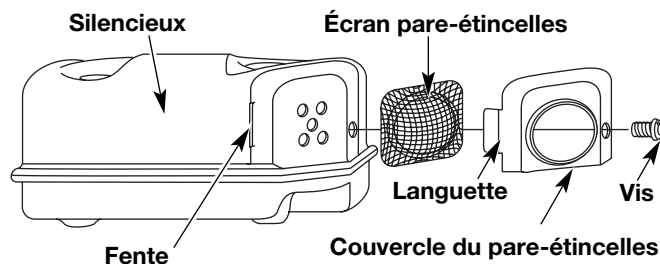

Fig. 40
2. Retirez la vis retenant le couvercle du pare-étincelles au silencieux à l'aide d'un tournevis à lame plate ou à mèche no. T-20 Torx (Fig. 40).